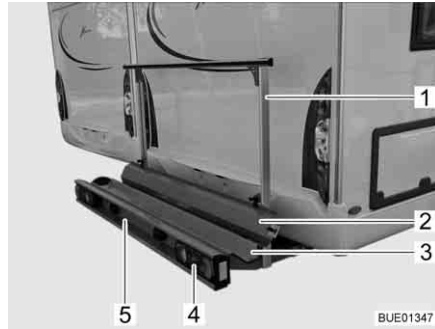
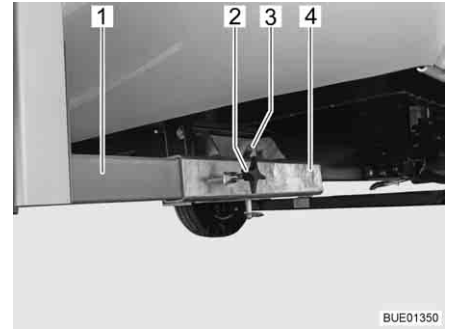

Fig. 9 Portapacchi
Fig. 10 Fissaggio al veicolo
Il portapacchi (Fig. 9) consente il trasporto di una motocicletta o di un motorino con un peso fino a 130 kg.
- Vasca di trasporto (Fig. 9,3) e staffa di supporto (Fig. 9,1) con fissaggio al veicolo (Fig. 10)
- Luci posteriori (Fig. 9,4)
- Luce targa del veicolo (Fig. 9,5)
- Guida di transito (Fig. 9,2)
I due longheroni (Fig. 10,1) del portapacchi sono fissati mediante viti ad alette (Fig. 10,2) ai supporti del perno quadro (Fig. 10,4) sul pavimento del veicolo. Il portapacchi è fissato tramite un bullone (Fig. 10,3) con anello di arresto.